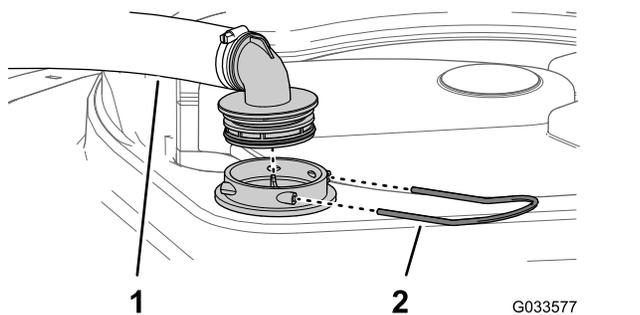

Рисунок 76
2. В верхней части бака опрыскивателя снимите фиксатор, который крепит шланговый штуцер, подсоединенный к большому шлангу, идущему от корпуса сетчатого фильтра (Рисунок 76).
3. Отсоедините шланг и штуцер шланга от корпуса сетчатого фильтра (Рисунок 76).